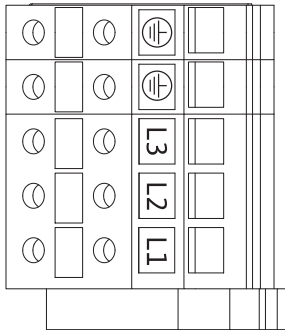

Fig. 26: Bornes de potencia (bornes de alimentación eléctrica)
- Bornes de potencia (bornes de alimentación eléctrica) (Fig. 26)